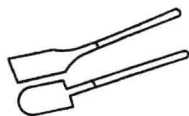

图 1-17 铁锹
⑦ 锹、铲等工具。人工拌制砂浆用的各类锹、铲等工具，如图 1-17～图 1-22 所示。